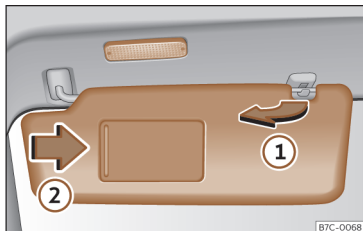

Fig. 85 Pala do sol.
- A pala do sol pode ser puxada para fora da fixação e ser virada para a porta >>> Fig. 85 ①.